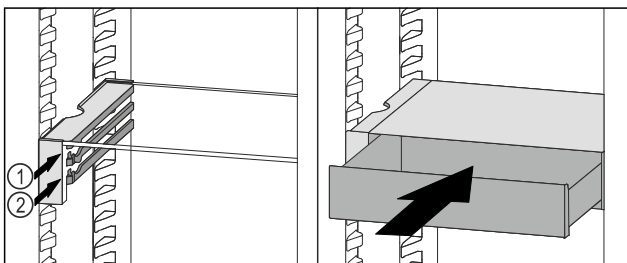

Fig. 130
- ▶ VarioSafe-lade achter de stoppers op de gewenste rib Fig. 130 (1) of Fig. 130 (2) plaatsen.